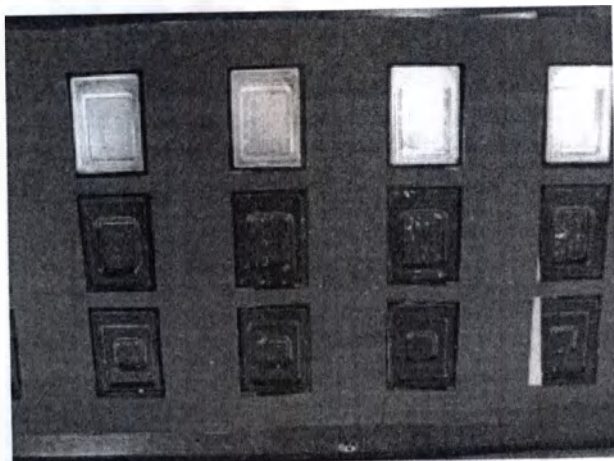

Рисунок 5NN
5. Выравнивая прямоугольные отверстия с местами на базовой форме, разместите брызговик со слегка отслоенной прокладочной бумагой над блоком базовой формы (рис. 5NN):